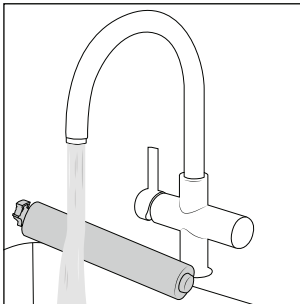

Fig. 35
- ◆ Curățați protecția de stropire **7** și rola perie **6** sub jet de apă caldă (a se vedea fig. 35).